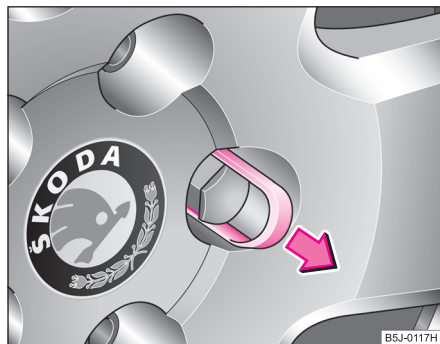

Fig. 170 Cambio de rueda: Retirar la caperuza cobertera del tornillo de rueda
- Retire el capuchón con la **grapa de plástico** ⇒ fig. 170.